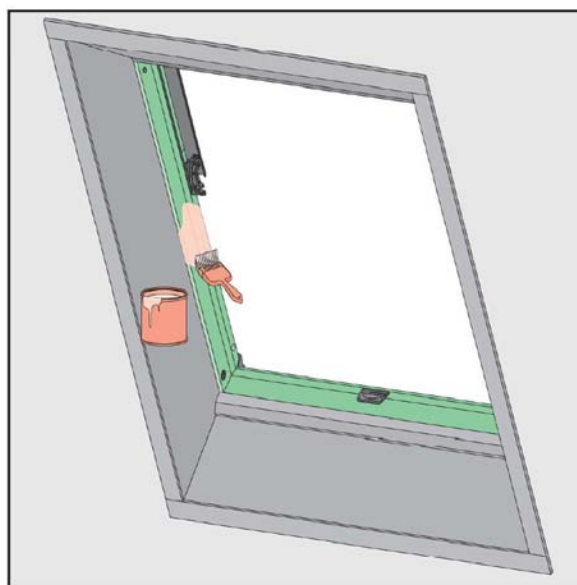

Fig 3.
- b) Behandla med minst två strykningar akryllack på träytorna (Fig 3)